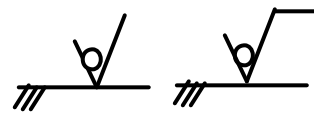

Fig. 5.18
T.5.18. Ce reprezinta simbolizarea din fig 5.18?